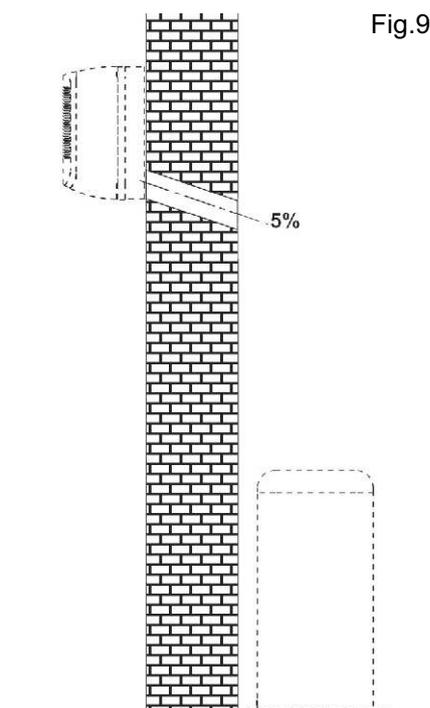

Fig.9
- Eseguire nel centro della posizione il foro con una punta di 8-10 mm e un'inclinazione verso l'esterno del 5% (per consentire un'agevole defluire del liquido di condensa) (fig. 9). Procedere poi alla foratura definitiva con una punta a tazza guidata di 60 mm.